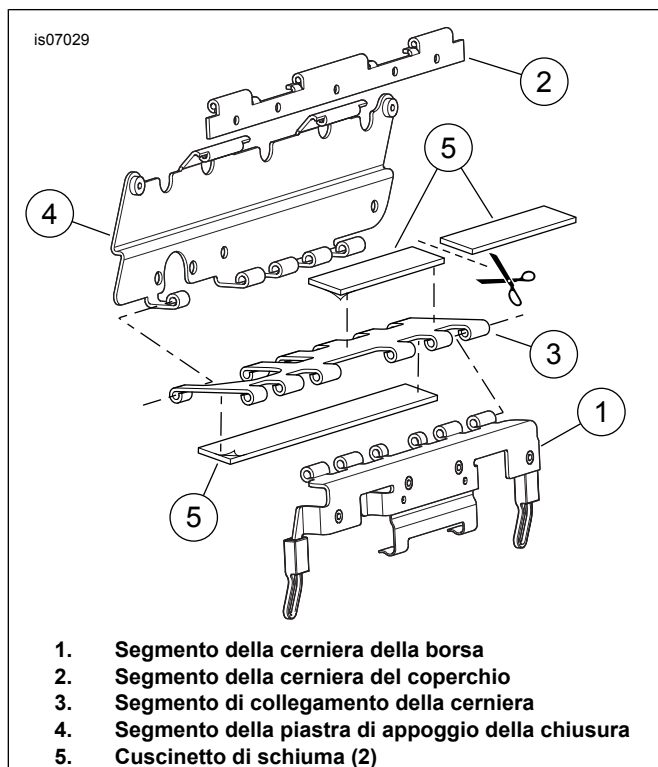

Figura 3. Installare i cuscinetti di schiuma sulla cerniera della chiusura della borsa (illustrato il lato di sinistra)
Vedere Figura 3. Per chiarezza, la cerniera di chiusura della borsa viene illustrata con i perni rimossi.
15. Procurarsi dal kit due cuscinetti di schiuma (Figura 7, elemento (15)). Tagliare un pezzo a metà, come indicato nella Figura 3. Rimuovere il rivestimento adesivo dal retro del cuscinetto **non tagliato** e fissarlo al lato piatto del segmento di collegamento della cerniera della chiusura (3). Rimuovere il rivestimento adesivo di una delle parti tagliate del cuscinetto e fissare questa al lato cerniera del segmento di collegamento della chiusura, come illustrato.